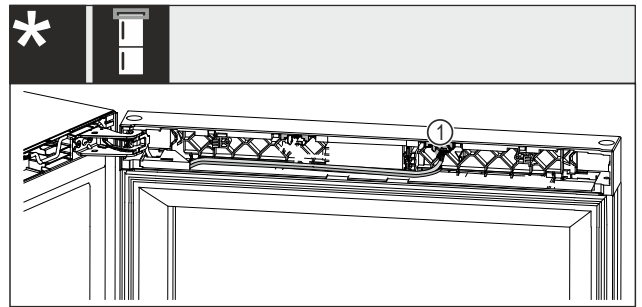

Fig. 25 Wein-Gefrier-Kombinationen\*
- ▶ Stecker Fig. 25 (1) aus dem Nest herausziehen.\*